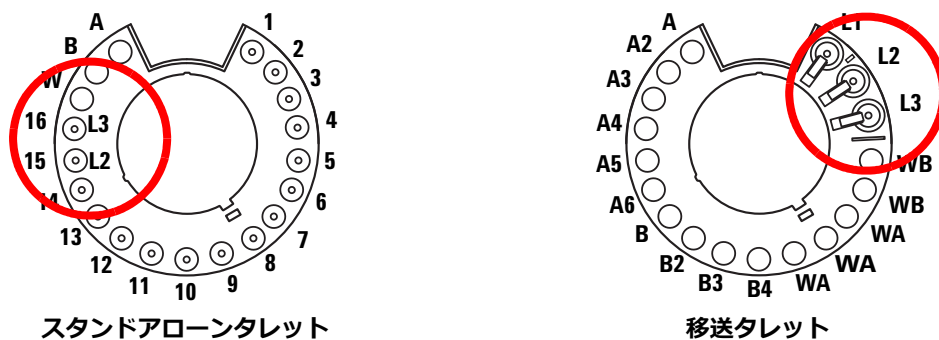

図 57 サンドイッチ注入におけるバイアルタレット位置
サンドイッチ注入でバイアルを装填するとき、スタンドアロータレットを使用する場合には 1 ～ 14 の任意のタレットポジションに、サンプルトレイ付き移送タレットを使用する場合には 1 ～ 150 の任意のトレイポジションに、レイヤー 1 (L1) を装填します。レイヤー 2 (L2) およびレイヤー 3 (L3) のバイアルは、タレットポジション **L2** および **L3** (図 57) にそれぞれ装填します。
- 3 溶媒 B バイアル (L3) をタレットポジション L3 に配置します。タレットポジションについては、189 ページの図 57 を参照してください。